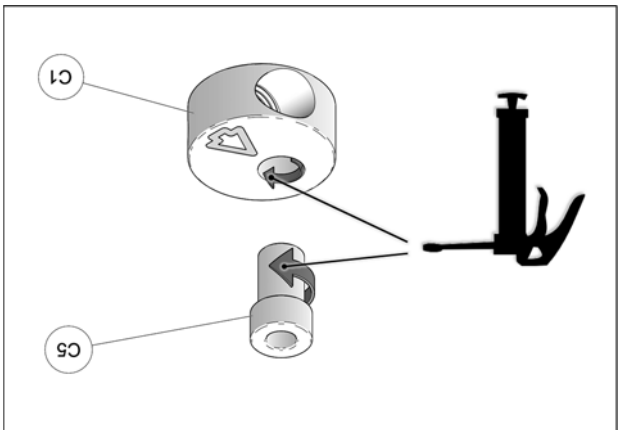

Fig. 23
11. À l'assemblage, les bagues espacateurs (C5) doivent être graissées. Appliquer une couche de graisse uniforme sur toute la circonférence de la bague espacateur et dans le logement du disque en aluminium (C1). Voir la Fig. 23